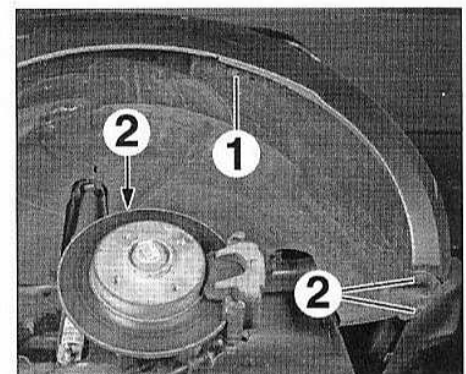

FIG.76
- Déposer la vis (1) (Fig.76).
- Déposer les agrafes (2).